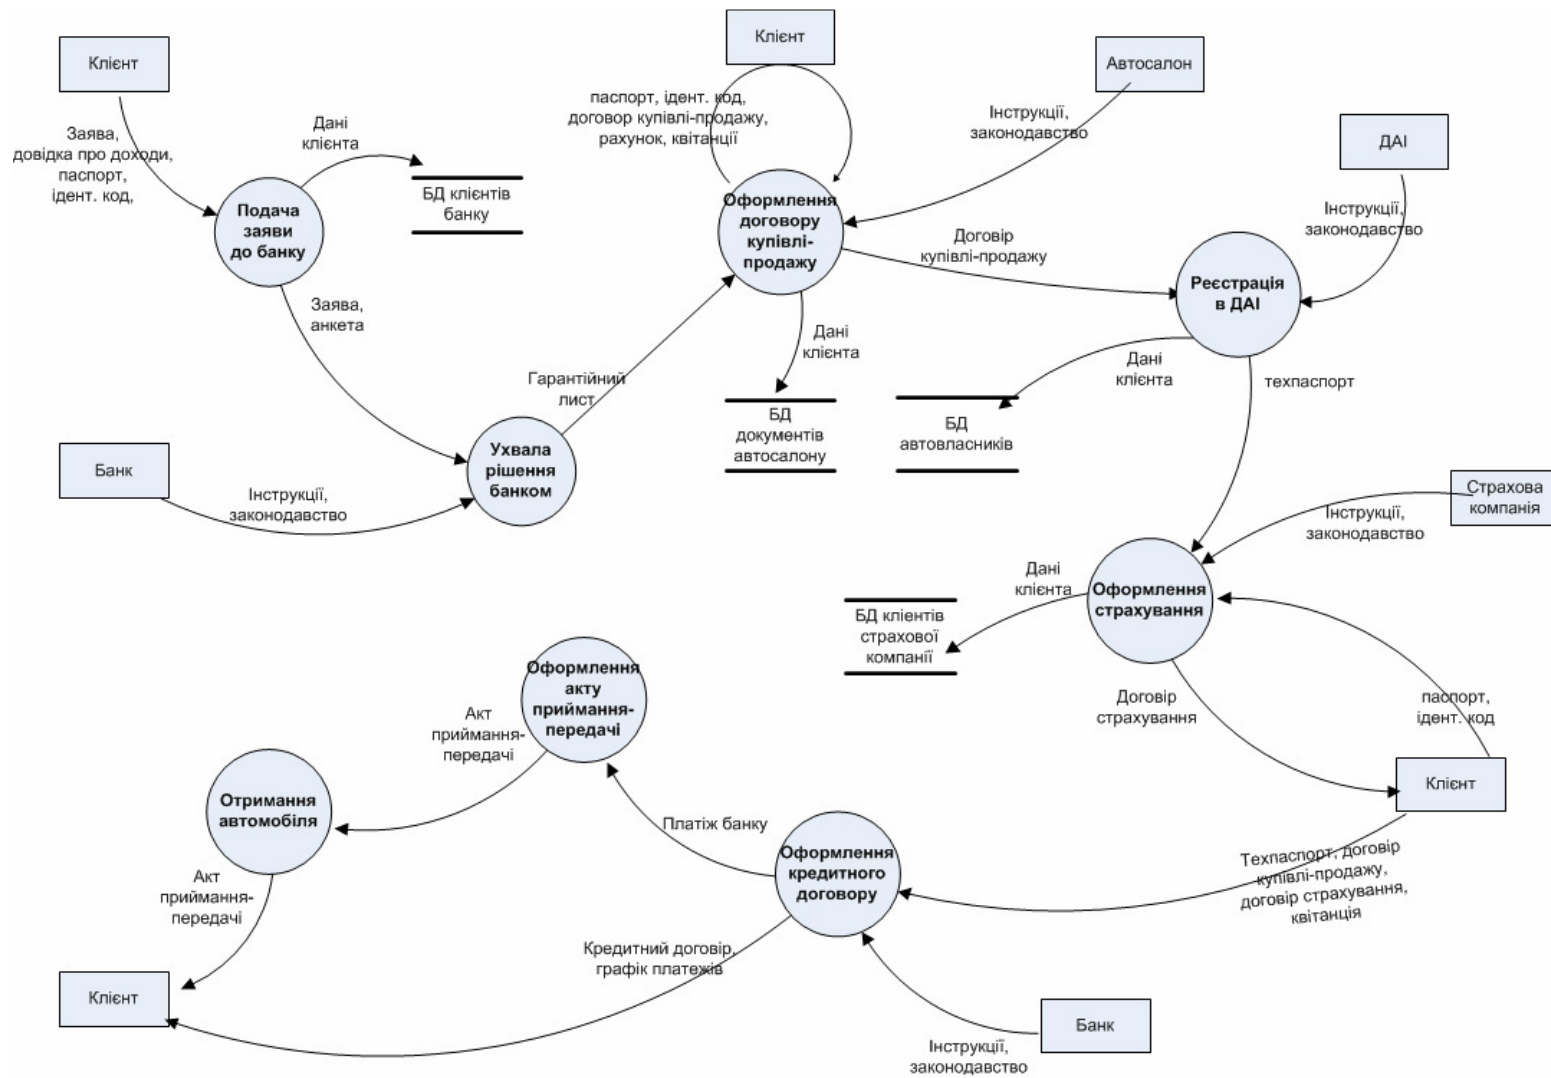

Рис. 11.12. Діаграма потоків даних (DFD)
**12.** Наведемо приклад (рис. 11.12) діаграми потоків даних (DFD) для даного процесу. Використаємо для її побудови трафарет *Фигуры схемы потоков данных* (категорія *Программы и базы данных*).